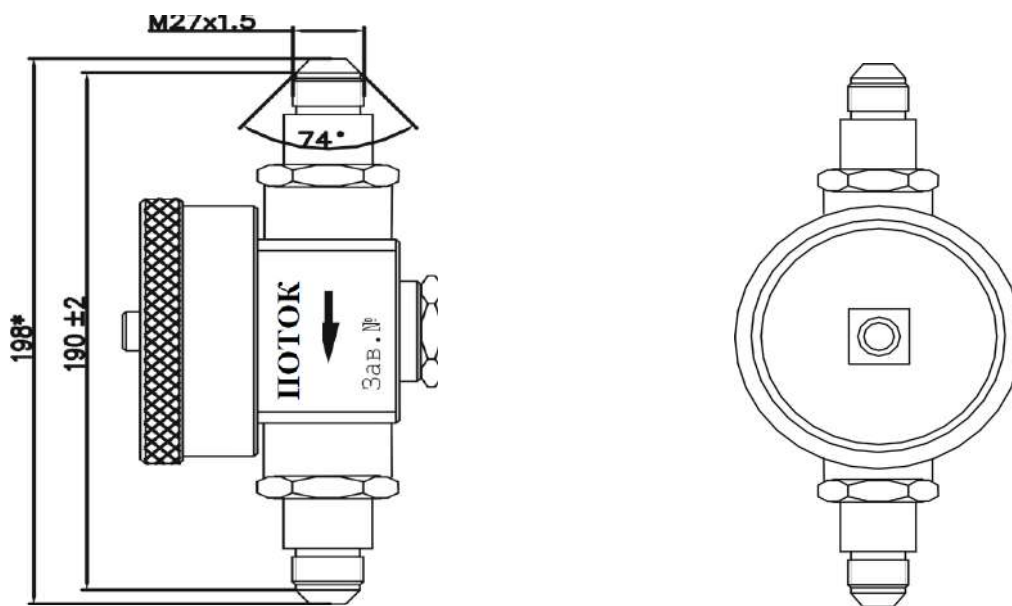

Рисунок 3 - Внешний вид фотоэлектрического ПП ПОТОК базового исполнения Р0 анализатора ФОТОН-965
1.6.1 Заводская маркировка ПП ПОТОК наносится на табличку, закрепленную на корпусе ПП ПОТОК (рисунок 3). На табличке наносится тип и заводской номер датчика, тип и направление течения жидкости. Тип жидкости дополнительно может быть указан на штуцерах датчиков.